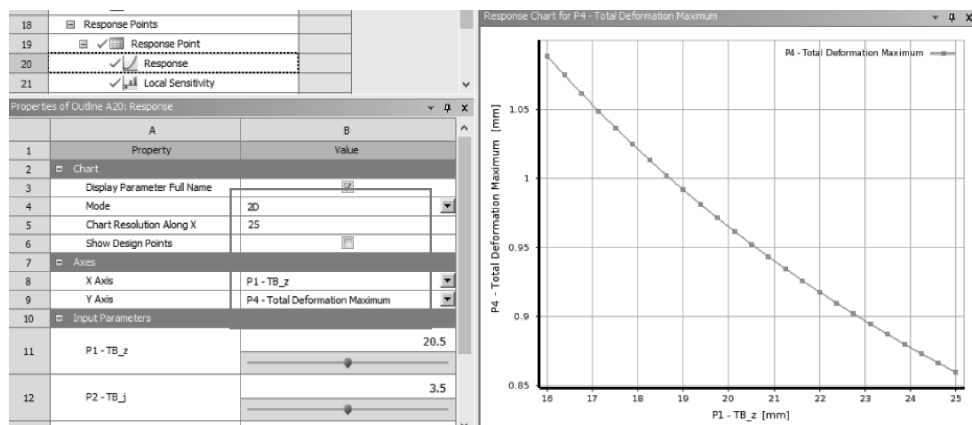
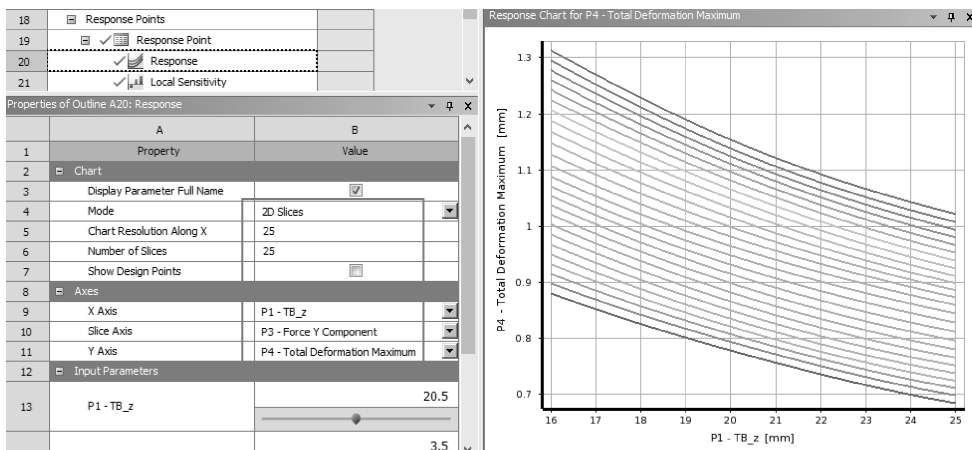
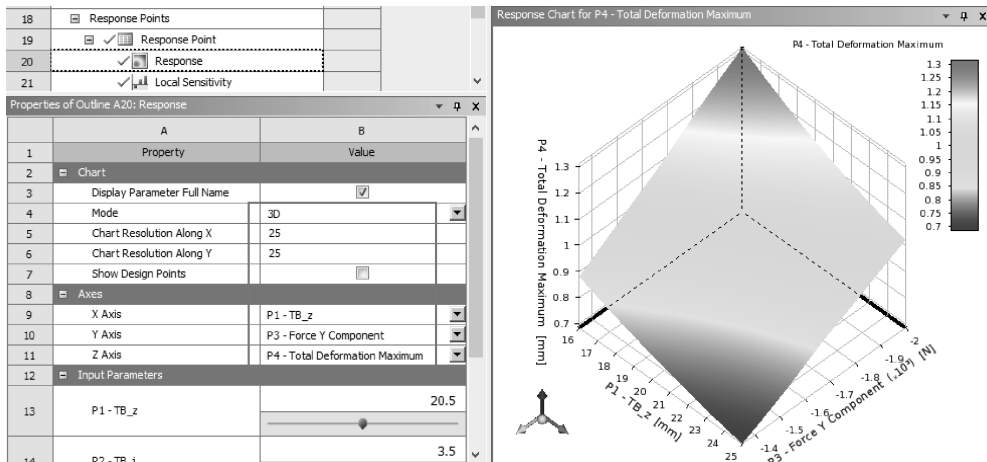

图 12-19 查看二维响应曲线
图 12-20 查看二维切片响应曲线
图 12-21 查看响应面
(3) 在大纲窗口中单击【Response】→【Properties of Outline A20: Response Surface】→【Chart】→【Mode】= 2D, 【Axes】→【X Axis】= P1-TB_z, 【Y Axis】= P4-Total Deformation Maximum, 可以查看输入几何参数与结果变形参数的响应曲线, 如图 12-19 所示。同理, 设置【Mode】= 2D Slices, 【Slices Axis】= P3-Force Y Component, 可以查看输入几何参数与结果变形参数的切片响应曲线, 如图 12-20 所示。同理, 设置【Mode】= 3D, 可以查看输入几何参数与结果变形参数的 3D 响应面, 如图 12-21 所示。当然, 也可任意更换 X 轴与 Y 轴的参数来对比显示。